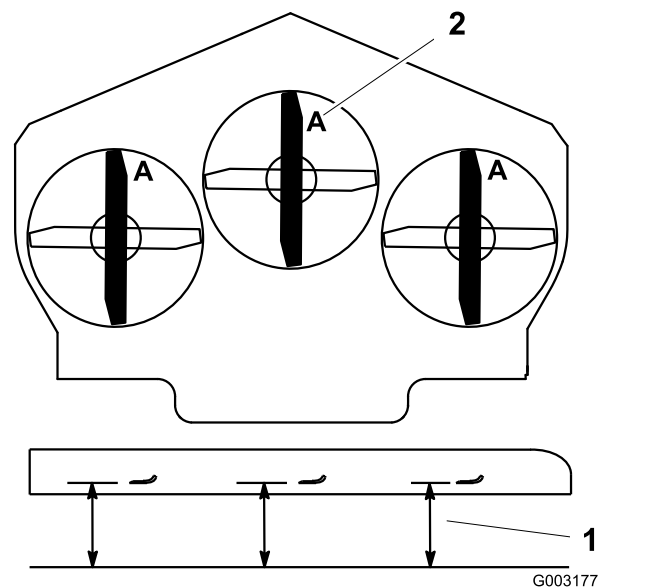

Bild 109
4. Messen Sie von einer ebenen Fläche bis zu den Schnittkante (Stellung A) der Messer (Bild 109).